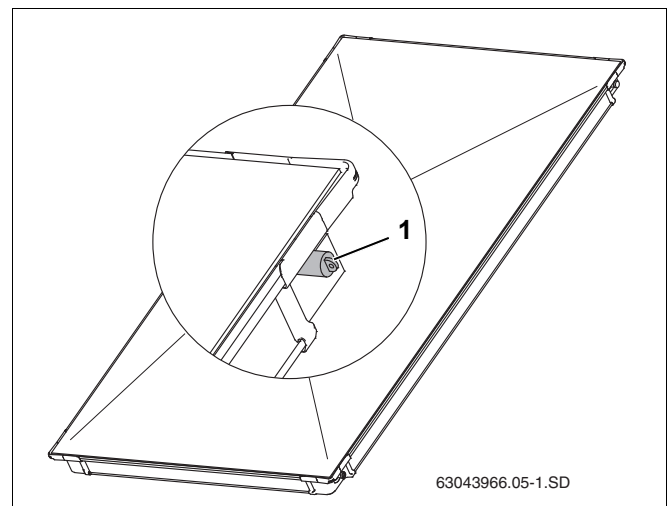

Рис. 6 Резиновые крышки на штуцерах коллектора
- ▶ Снимите резиновые крышки (рис. 6, поз. 1) только непосредственно перед монтажом.